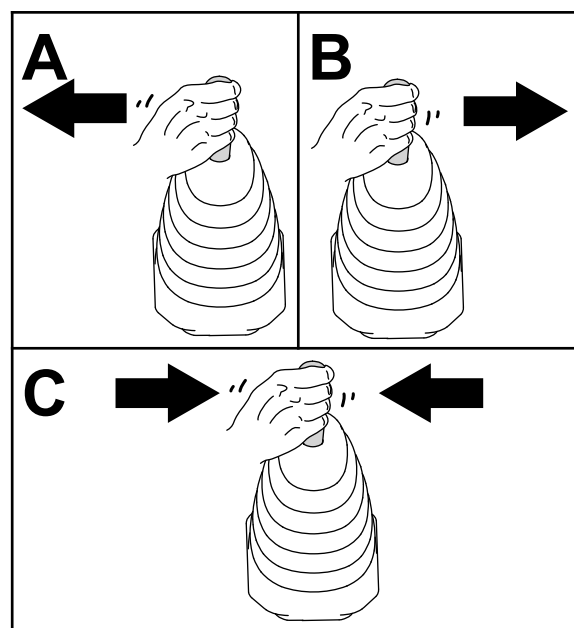

Figura 47
6. Mova o joystick do carregador para a esquerda, para a direita e para trás para a posição de PONTO MORTO para aliviar a pressão nos acopladores hidráulicos (**Figura 47**).